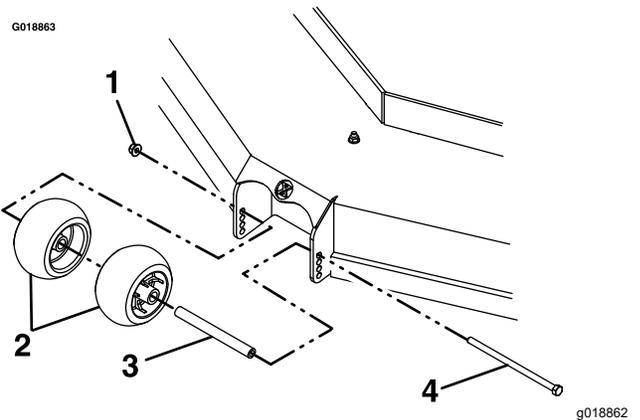

Figure 31
6. Serrez l'écrou Nyloc (¾ po) à un couple de 41 à 47 N·m (30 à 35 pi-lb), comme montré à la Figure 31.